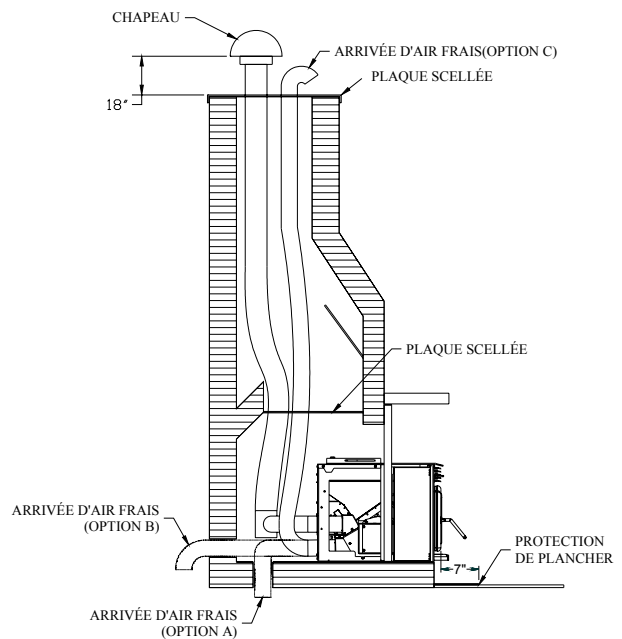

Figure 23
- 4- Vous pouvez installer une arrivée d'air frais (Figure 23):